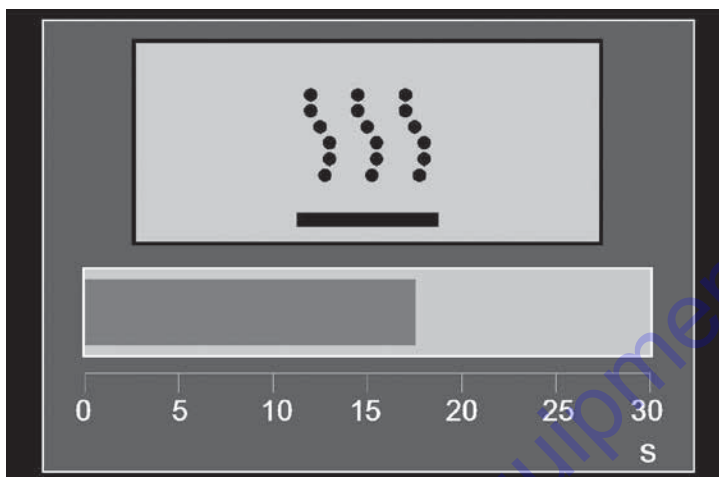

Figure 27
- Chauffage – Chauffage de la chambre de combustion. Voir la Figure 27.